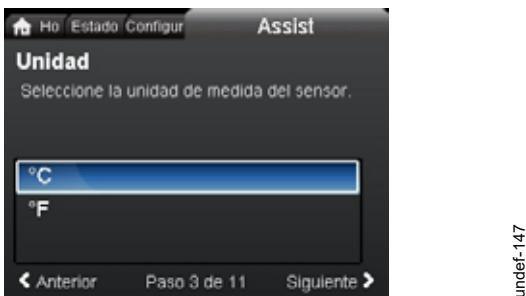

Fig. 66 Guía de configuración de la función "Med. energía calor.": unidad de temperatura
2. Siga las instrucciones que aparecerán en la pantalla para realizar la configuración de la entrada de sensor. Comience seleccionando la unidad de temperatura (consulte la fig. 66) y continúe hasta la pantalla de resumen.